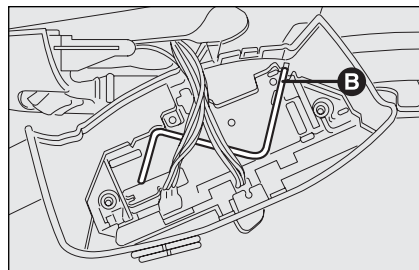
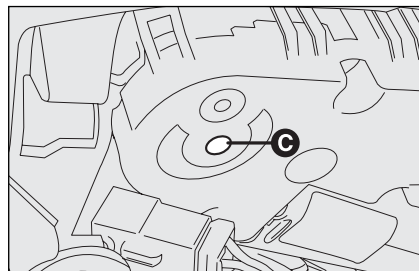

fig. 83
fig. 84
- ☐ empujando el mando **A-fig. 83** hacia arriba y soltándola inmediatamente después (restablece el movimiento interrumpido anteriormente);
- ☐ introduzca la llave de emergencia específica **B**-fig. 83 (ubicada en el interior de la lámpara) en el alojamiento **C**-fig. 84;